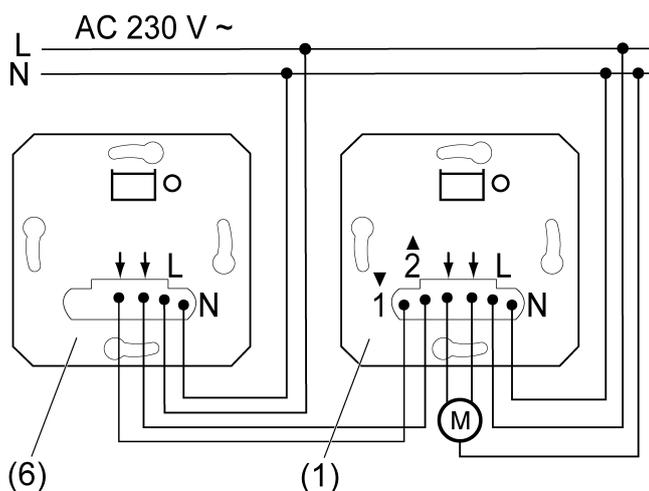
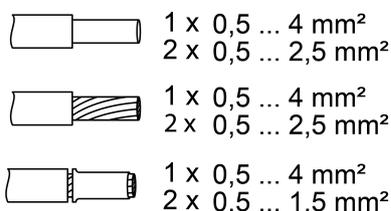

рисунок 2: Вставка с дополнительным узлом
рисунок 3: Поперечное сечение кабеля для зажимных контактов
- Подключите вставку жалюзи (1) (см. рисунок 2). При этом следует учитывать поперечные сечения кабелей, на которые могут устанавливаться зажимы (см. рисунок 3). Опция: подключение дополнительного узла (6). Вместо вставки жалюзи в качестве дополнительного узла может также использоваться механический кнопочный выключатель или переключатель жалюзи.